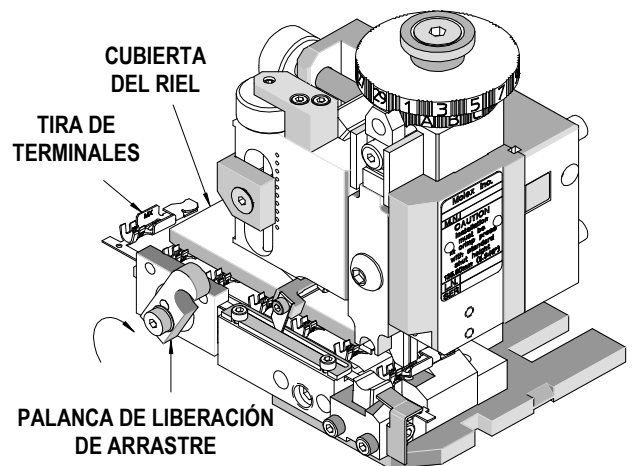

Figura 2-27
- Con una llave hexagonal de 3 mm, afloje los tornillos (2) M4 SHCS que sujetan la cubierta del riel guía en posición. Véase la Figura 2-27.
5. Al terminar el ajuste, apriete firmemente los tornillos (2) M4 SHCS.